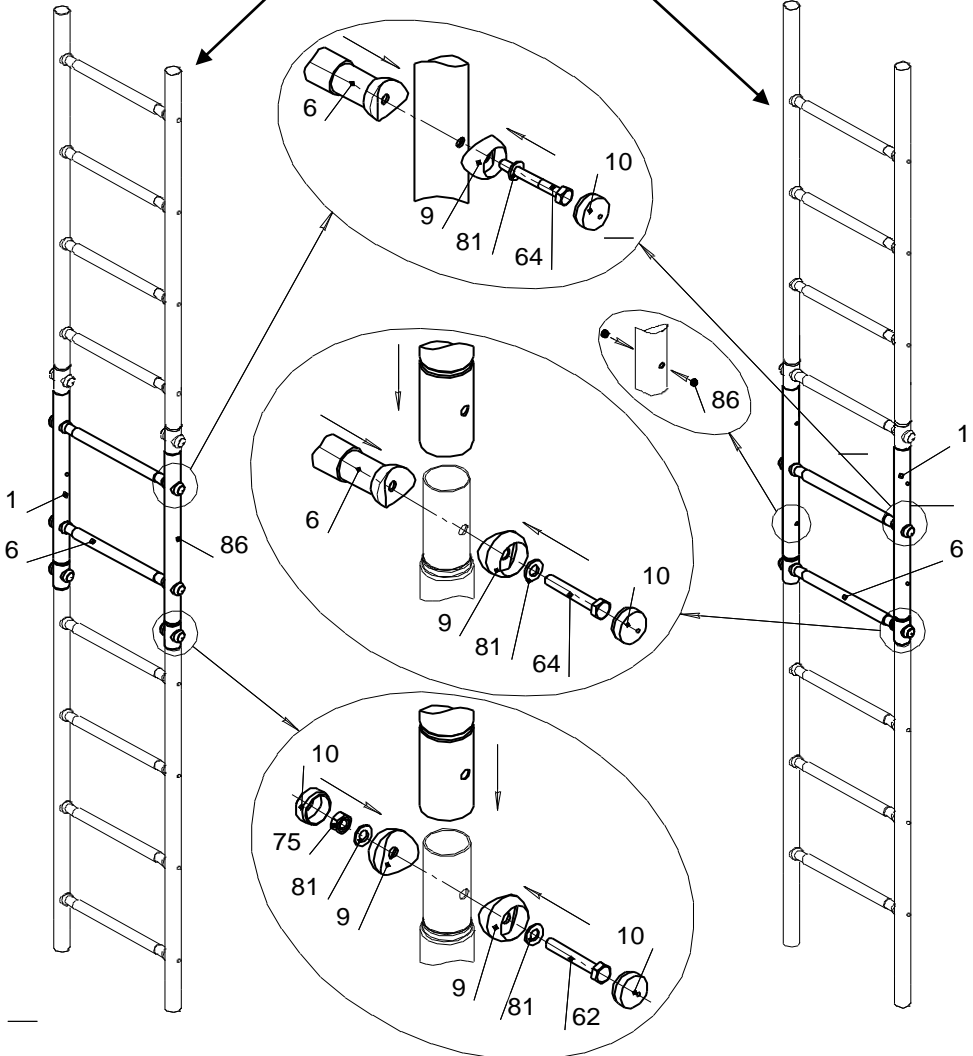

Рис.2
4.3 Соберите и установите вставку на стойки полулестниц ДСКМ (рис.2).